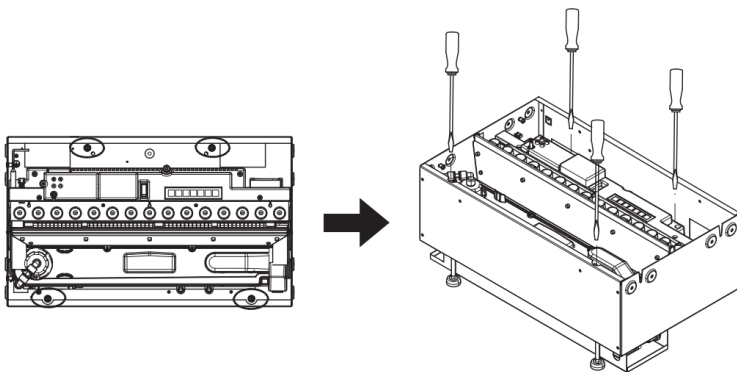
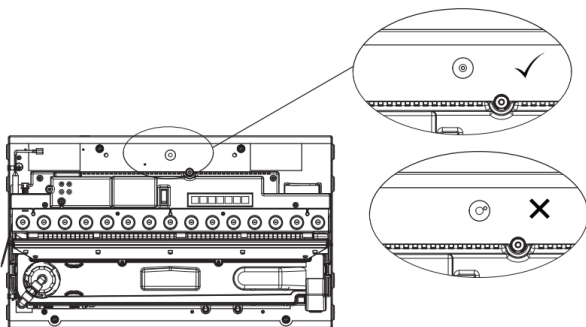

Fig.5
Fig.6
2. Zorg ervoor dat het toestel zich op de juiste hoogte bevindt voor de installatie en dat het waterpas staat. Dit kan door de stelvoetjes af te stellen met een platte schroevendraaier. (afb. 5) Of het toestel waterpas staat, kan worden gecontroleerd met de ingebouwde waterpas. Deze vindt u op de metalen voet aan de achterkant van de haard (afb. 6).